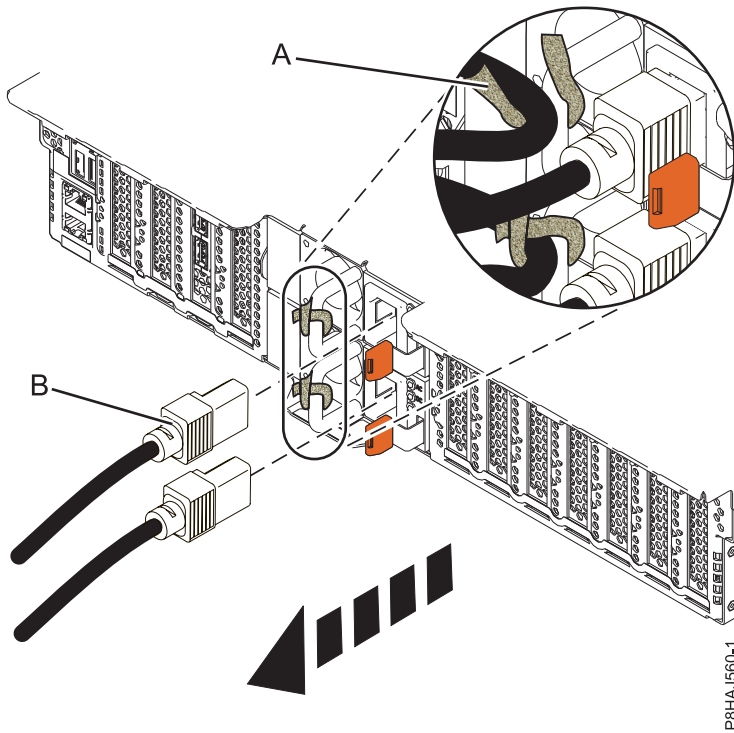
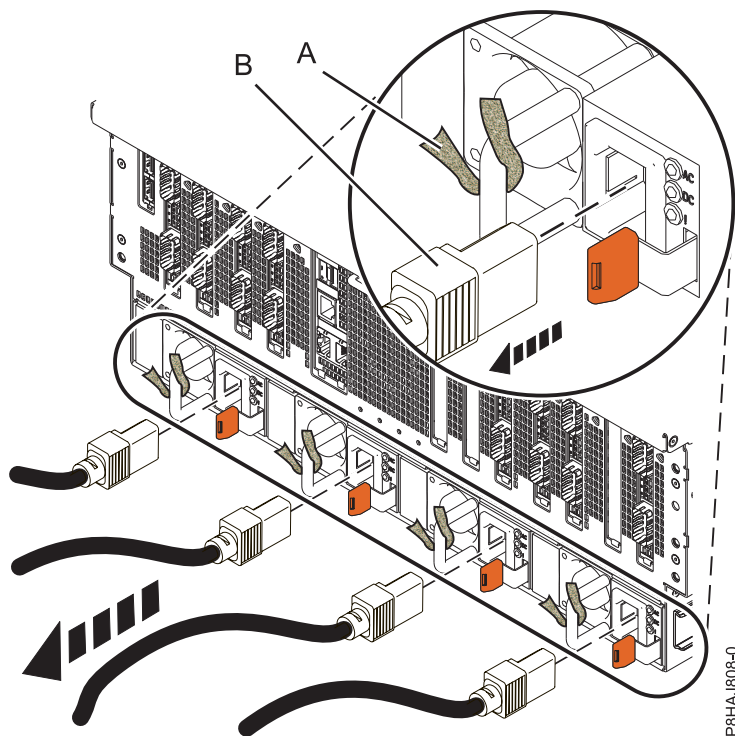

Figure 103. Retrait des cordons d'alimentation d'un système 5148-21L, 5148-22L, 8247-21L, 8247-22L, 8284-21A, ou 8284-22A
Figure 104. Retrait des cordons d'alimentation d'un système 8408-44E ou 8408-E8E
3. Débranchez les cordons d'alimentation (**B**) de l'unité centrale. Voir les figures figure 102, à la page 125, figure 103, à la page 125 ou figure 104, à la page 126 selon le type de votre système.